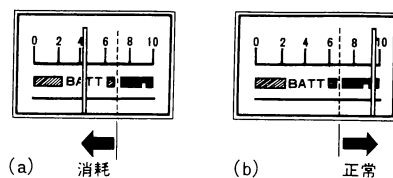

図4 電圧のチェック
- ① SQUELCHツマミを反時計方向に回し切って“BATT”の位置にします。
- ② 電源スイッチ(POWER/VOL)を、時計方向へ回しONにします。
- ③ メーターが図4(a)の場合は、電池が消耗していますので、交換するかまたはニッカド電池の場合は充電を行なってください(充電方法は7ページを参照してください)。